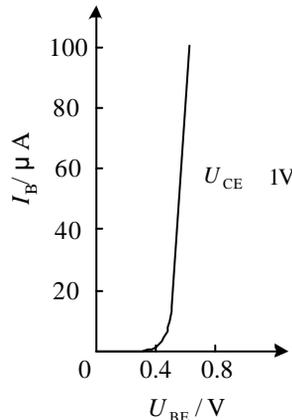

图 1-23 BJT 的输入特性曲线
(1) **输入特性曲线** 在共发射极电路中，输入信号接入基极电路，故基极与发射极组成的回路称为输入回路。输入特性曲线是指当集—射极电压  $U_{CE}$  为常数时，输入回路中基极电流  $I_B$  与基—射极电压  $U_{BE}$  之间的关系曲线  $I_B = f(U_{BE})$ ，如图 1-23 所示。
由图 1-23 可见，和二极管的伏安特性一样，BJT 输入特性也有一段死区。只有在发射结外加电压大于死区电压时， $I_B$  才会出现。硅管的死区电压约为 0.5V，锗管的死区电压不超过 0.2V。在政党工作情况下，NPN 型硅管的发射结压降为 0.6~0.7V，PNP 型锗管的发射结压降为 0.2~0.3V。